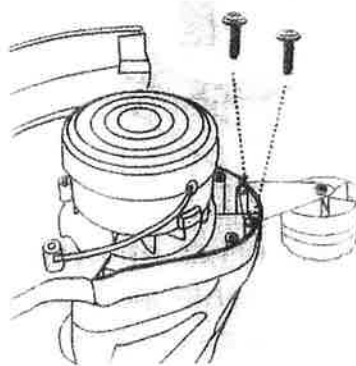

Fig. 3
- Inserte el soporte de la rueda (11) en la protector de la seguridad y fíjalo con 2 tornillos. (Fig.3)